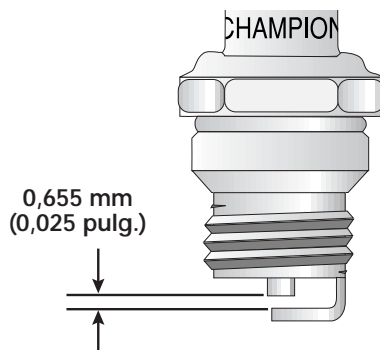

Fig. 29
3. Cambie las bujías que estén rajadas, sucias o deterioradas. Fije la separación de aire a 0,655 mm (0,025 pulgadas) utilizando un calibre (Fig. 29).